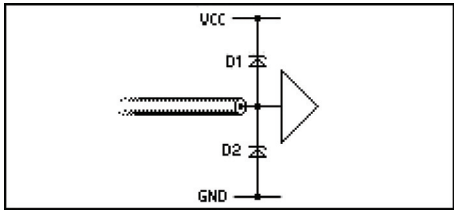

图 7-38 并联肖特基二极管的终止模式
- **Parallel Schottky Diodes:** 并联肖特基二极管，如图 7-38 所示。在传输线终结的电源和地上并联二极管可以减少接收的过冲和下冲值。大多数标准逻辑集成电路的输入电路都包含肖特基二极管。